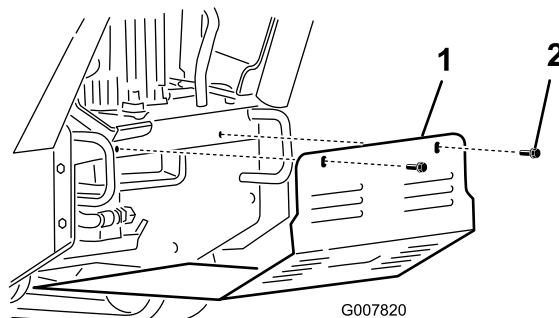

Bild 26
2. Entfernen Sie die zwei Schrauben, mit denen das untere Schutzblech befestigt ist (Bild 26).
2. Schieben Sie das untere Schutzblech so in die Maschine, dass es auf allen vier Laschen sitzt (Bild 26).